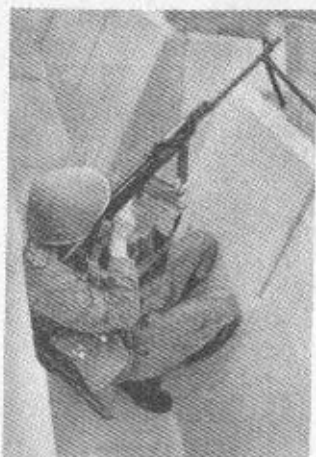

Bild 59 Schießen auf Luftziele
- a) Der Schütze hockt auf der Grabensohle und legt den linken Unterarm und das Magazin der MPi an der vorderen Grabenwand an. Beim IMG wird das Zweibein auf der Brustwehr oder dem Grabenrand aufgestellt (Bild 59). Bei ungenügendem Erhöhungswinkel setzt sich der Schütze in den Graben; der Grabenrand ist mit einem Sandsack, Rasenstücken o. ä. abzustützen.